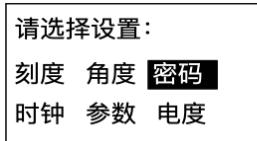

图 7-17 设置子菜单
7.2.8 “设置”：该菜单分六个子菜单, 如图 7-17: